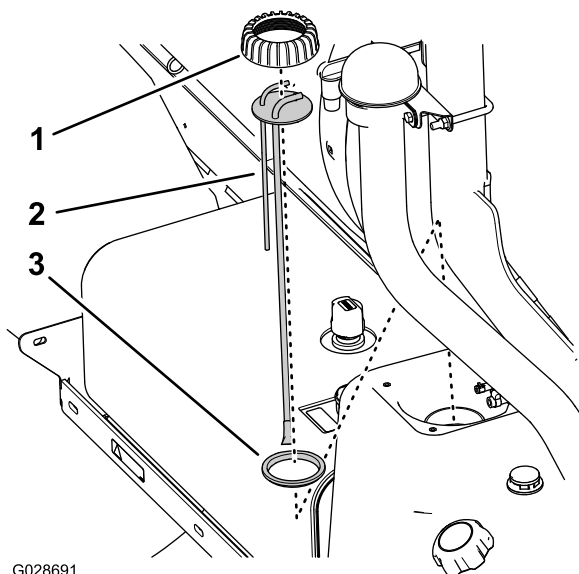

Рисунок 79
5. Поверните крышку вертикальной трубы / датчика уровня топлива против часовой стрелки, затем снимите крышку (Рисунок 79).
6. Поднимите узел вертикальной трубы / датчика уровня топлива, чтобы снять его с топливного бака (Рисунок 79).
1. Установите крышку на вертикальную трубу и вставьте вертикальную трубу в уплотнение (Рисунок 79).
2. Совместите крышку, вертикальную трубу и уплотнение с баком и осторожно вставьте новый узел вертикальной трубы в топливный бак (Рисунок 79).
3. Установите крышку на горловину топливного бака и затяните крышку от руки (Рисунок 79).